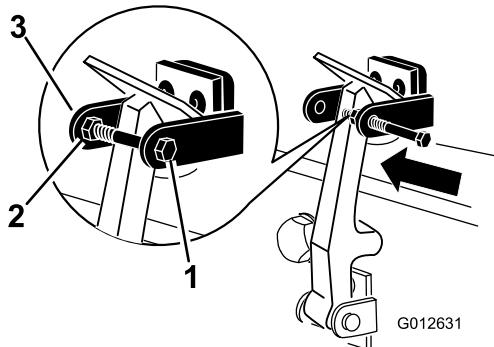

Figura 18
7. Avvitate il bullone nell'altro braccio della staffa di chiusura del cofano per fissare il fermo in posizione (Figura 18).